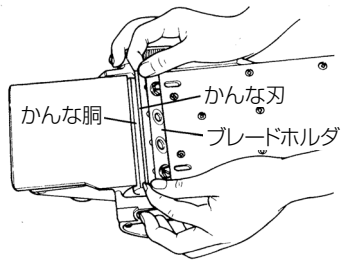

図 12
- (3) かな刃の両端を持って、ブレードホルダとかな胴の間に入れます。(図 12)